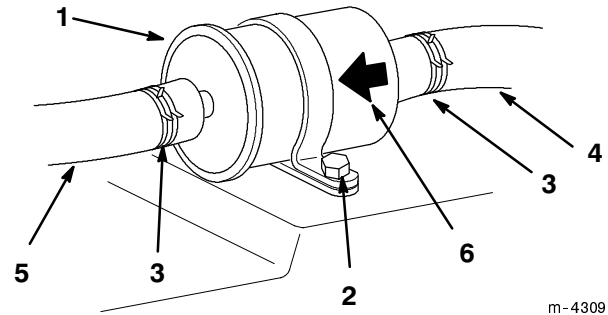

Abbildung 42
3. Die Filter-Befestigungsschraube und den Filter entfernen (Abb. 42).
4. Die Enden der Schlauchklemmen zusammendrücken und die Klemmen vom Filter weg schieben (Abb. 42). Die Kraftstoffleitungen vom Filter abnehmen.
5. Die Kraftstoffleitungen auf den neuen Filter schieben und die Schlauchklemmen an den Filter heranschieben (Abb. 42). Darauf achten, dass der Strömungsrichtungspfeil zum Motor/zur Kraftstoffpumpe zeigt. Den Filter mit der vorher entfernten Befestigungsschraube am Chassis befestigen (Abb. 42).